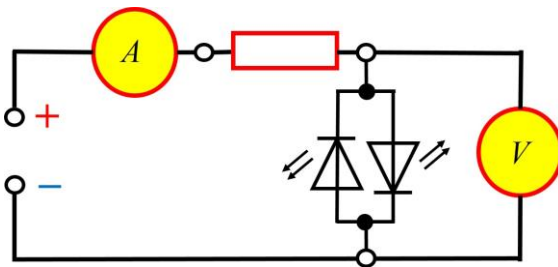
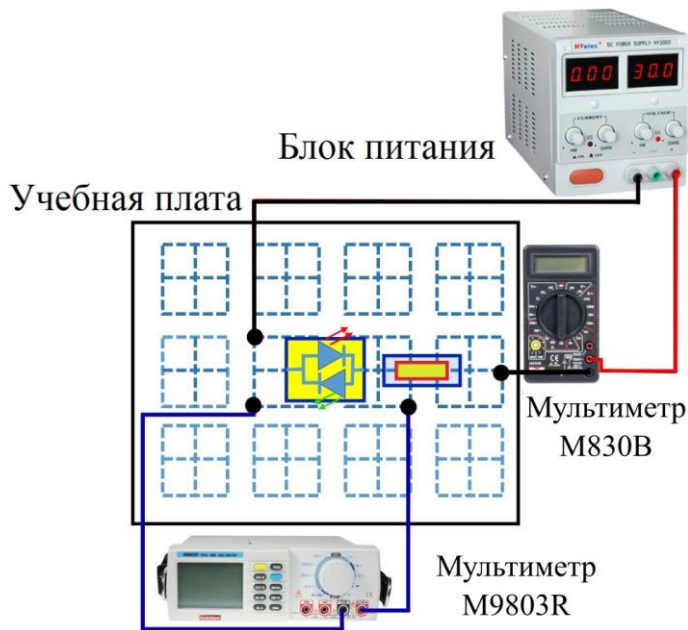

Рис. 3.12. Схема для измерения вольтамперной характеристики светодиода.
Рис. 3.13. Блок-схема соединения элементов схемы для выполнения упражнения 3.
В данном упражнении измеряется ВАХ полупроводникового $p-n$ перехода в светодиоде на постоянном токе. Чтобы не работать на обратной ветви ВАХ и избежать пробоя светодиода, используются два светодиода, подключенных параллельно, навстречу друг другу. В этом случае проводятся измерения только положительной ветви ВАХ двух светодиодов (рис. 3.12).
В этом случае проводятся измерения только положительной ветви ВАХ двух светодиодов (рис. 3.12).
1. Соберите схему для измерения ВАХ (рис. 3.12). Блок-схема соединения элементов представлена на рис. 3.13. Дополнительный резистор $R = 6,8 \text{ кОм}$, включенный последовательно со светодиодами, необходим для ограничения максимальной силы тока, что позволяет подавать на схему любое напряжение от -15 до $+15 \text{ В}$. При непосредственном подключении светодиода к источнику тока он может сгореть. Наличие такого ограничительного сопротивления, как правило,
- Рассчитайте силу тока в цепи на рис. 3.13, если $R = 6,8$ кОм.